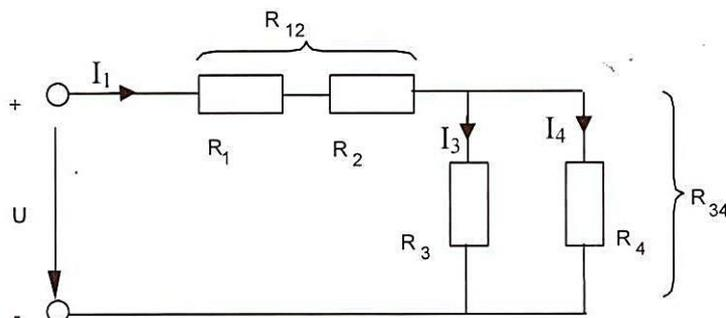

Рис. 4.1. Смешанное соединение резисторов
Измерить токи, напряжения и мощность в цепи при смешанном соединении резисторов (Рис. 4.1). Проверить результаты измерений расчётом. Проверить выполнение первого и второго законов Кирхгофа и выполнение баланса мощностей.
5.4. Выполните расчёт параметров электрической цепи (Рис. 4.1) при  $U = 15 \text{ В}$  и номинальных значениях сопротивлений  $R_1, R_2, R_3, R_4$ .